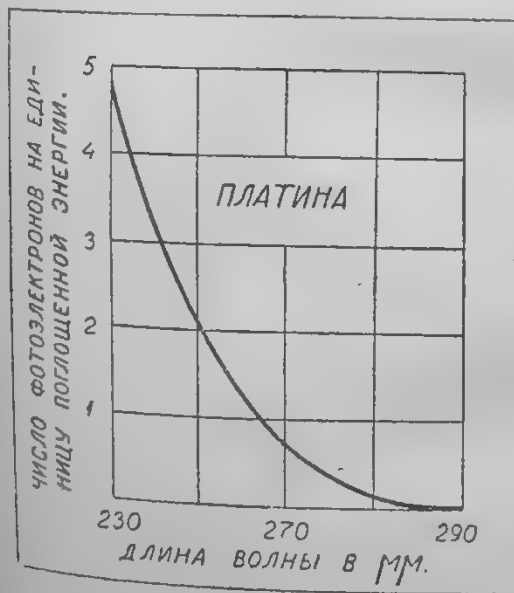

Рис. 3
3) Зависимость фототока от длины световой волны (рис. 3)
Характеристики третьего рода несколько своеобразны. Вообще говоря, с увеличением частоты световых колебаний (т. е. с переходом на более короткие световые волны) фотоэлектрический ток резко возрастает (рис. 3). Однако следует отметить, что для наиболее чувствительных в